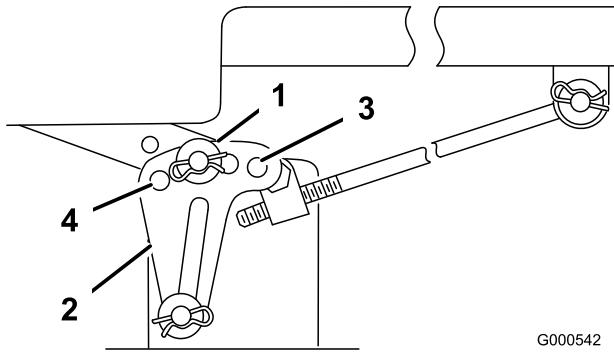

Figura 53
- Retire el pasador y la arandela del soporte de nivelación (Figura 53).
- Para nivelar la(s) cuchilla(s), vuelva a colocar el/los soporte(s) de nivelación en un taladro diferente y vuelva a colocar la arandela y el pasador. (Figura 53). Los taladros delanteros bajan la altura de la cuchilla y los taladros posteriores elevan su altura. Ajuste ambos lados según sea necesario.